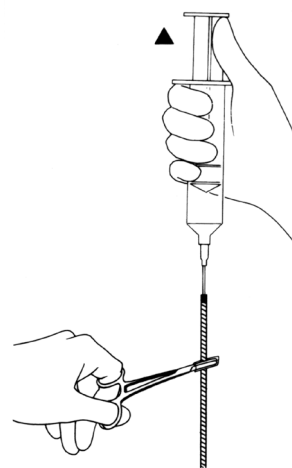

Figura 4-3e. Fechar a tubagem
11. Feche a tubagem (um entalhe apenas) com uma pinça hemostática com cobertura em tubo 3 cm abaixo da agulha. (**Figura 4-3e**)